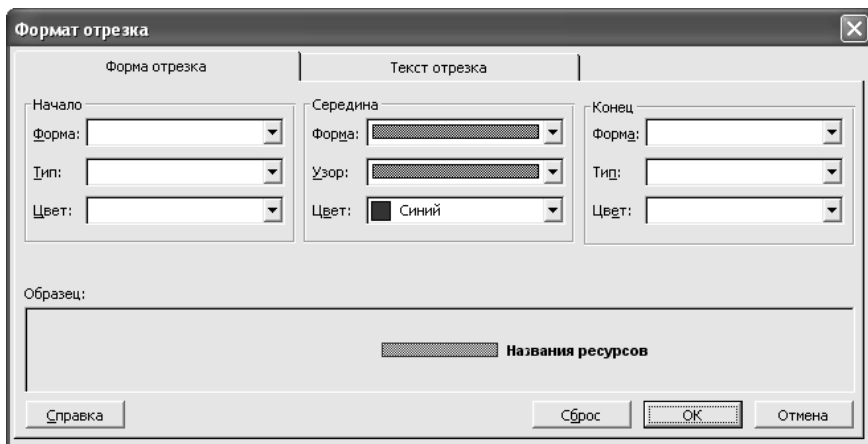

Рис. 35. Зміна кольору відрізків діаграми Ганта
6. У полях **Колір** задайте колір елементу діаграми (рис. 35).